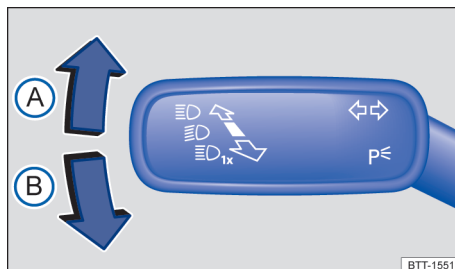

Fig. 83 A la izquierda en la columna de dirección: palanca de los intermitentes y de la luz de carretera.
2. Colocar la palanca de los intermitentes y de la luz de carretera de la posición central a la posición necesaria → fig. 83: